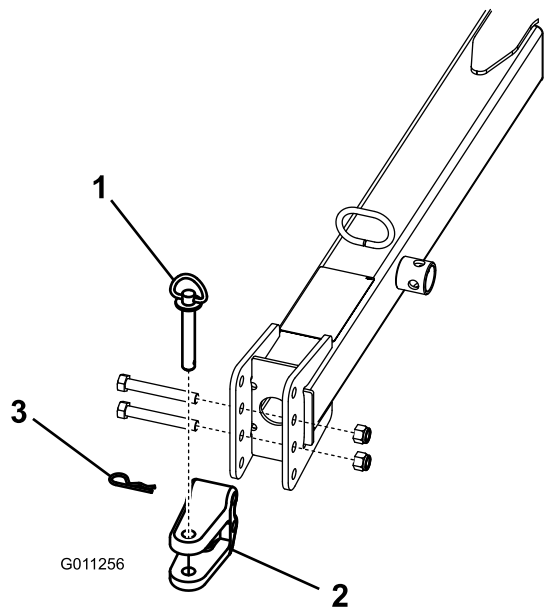

Figura 9
- Retire los pernos y las contratueras que fijan la horquilla de la barra de tracción (Figura 9) al enganche.